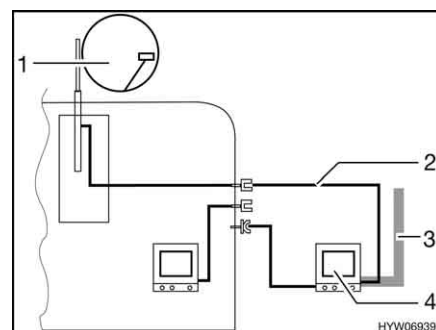

Fig. 77 TV nella tenda veranda
- TV nella tenda veranda (Fig. 77,4): Collegamento all'antenna del tetto (Fig. 77,1) con cavo di collegamento (Fig. 77,2)
- TV nella tenda veranda (Fig. 77,4): Collegamento a antenna esterna (Fig. 77,3)